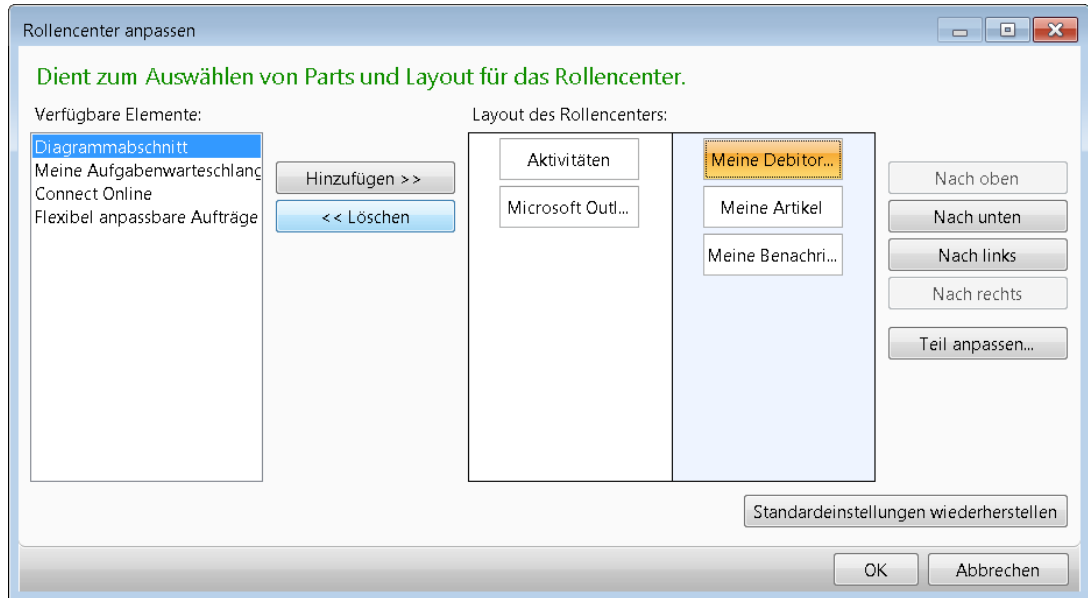

Abbildung 2.18 Löschen des Bereichs *Meine Debitoren* im Rollencenter
3. Im Dialogfeld zur Rollencenteranpassung markieren Sie den Bereich *Meine Debitoren* und betätigen anschließend die Schaltfläche << *Löschen* (siehe Abbildung 2.18).